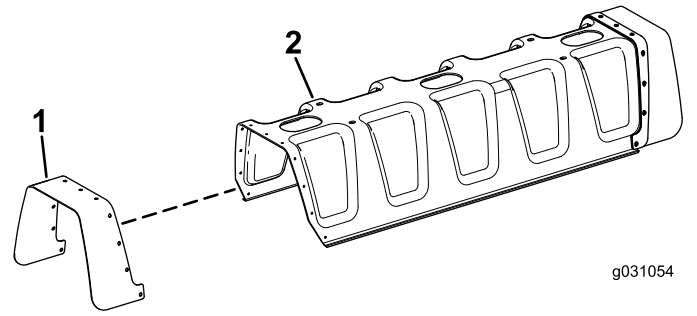

図 2
1. センターブームカバーの穴に、ゴムカバーの穴を合わせる 図 2。